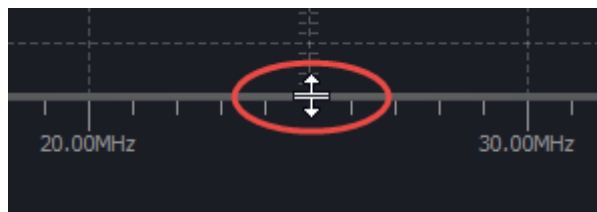

图 3-29
**窗口高度调整：**将鼠标放置在波形窗口和频谱分析窗口的中间，当鼠标形状变为如下图（图 3-29）所示的形状时，按住鼠标左键，移动鼠标即可改变窗口的高度。